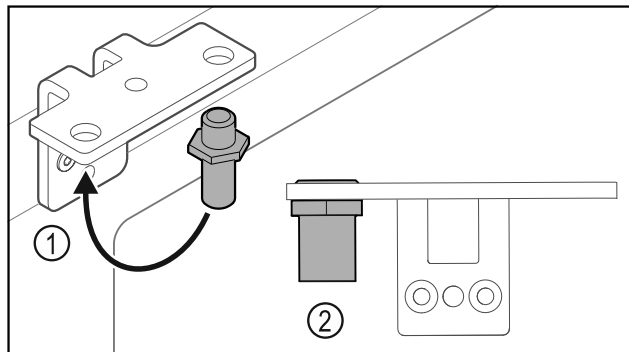

Fig. 23
- ▶ Ktheni bulonin Fig. 23 (1) në profilin e menteshës në anën tjetër.
- ▶ Shtrengoni bulonin Fig. 23 (2) me **momentin e rrotullimit prej 12 Nm**.